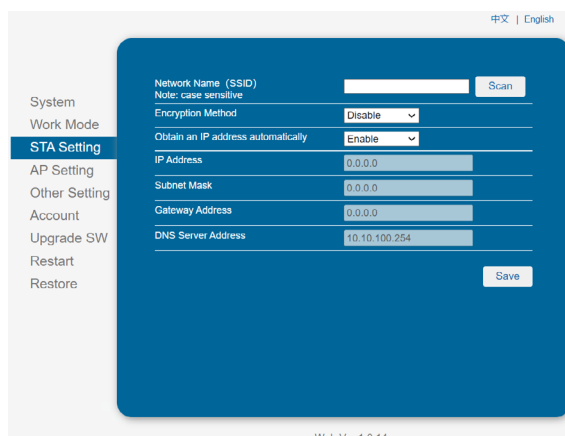

Fig. 44. Rubrique de configuration du réseau Wi-Fi.
- Clicker ou appuyer sur « STA Setting » pour accéder à la rubrique de configuration du réseau Wi-Fi. S'il s'agit du tout premier accès au système, l'écran de la Fig. 44 s'affiche.